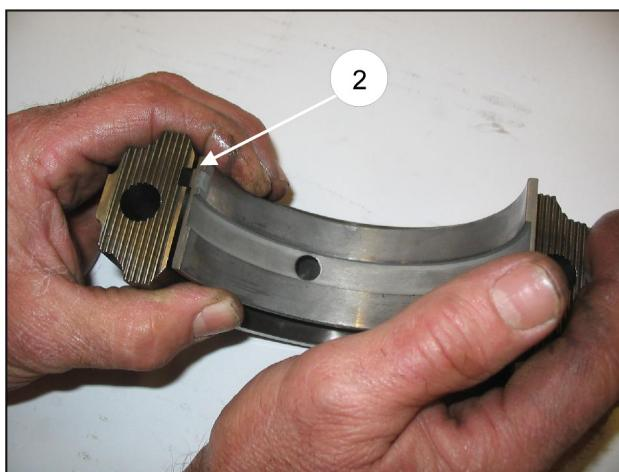

Abb. 6/a
Falls die Kolbenführungsstangen ausgebaut wurden, vor deren Montage zunächst die richtige Position der O-Ringe überprüfen (Pos. ①, Abb. 6/b) und letztere bei Bedarf austauschen.